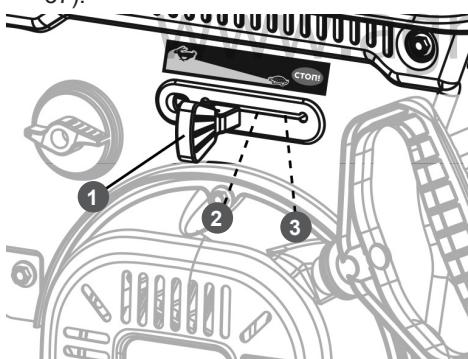

Рис. 37 Положения рычага газа
4. Переведите рычаг газа сначала в крайнее левое положение, затем в крайнее правое, после чего установите рычаг в среднее положение (Рис. 37).
2. Рычагом газа переведите двигатель в режим холостого хода (переведите рычаг газа в положение 2 (Рис. 37).
4. Переведите рычаг газа в положение 3 (крайнее правое) (Рис. 37).